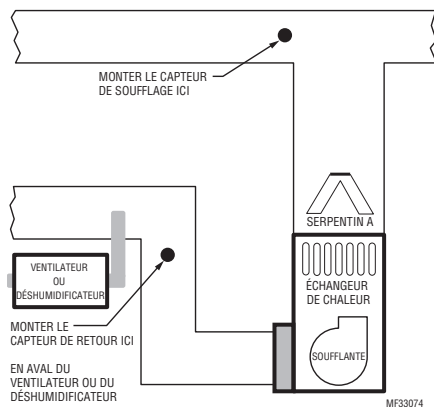

Fig. 1.
Consulter les instructions ci-dessous et les Fig. 1 à 5 pour les emplacements de montage des capteurs de température d'air de soufflage et de retour.
1. Monter le capteur de température d'air de soufflage sur la gaine d'alimentation à un emplacement permettant un mélange adéquat de l'air. Monter le capteur de température d'air de soufflage à l'écart du serpentín A/de l'échangeur de chaleur, dans la mesure du possible. Voir la Fig. 1.
1. Installer le capteur de température d'air de retour sur la gaine de retour à un emplacement permettant un mélange adéquat de l'air. Monter le capteur de température d'air de retour en aval d'un humidificateur de dérivation, d'un déshumidificateur ou d'un ventilateur. Voir les Fig. 1 à 5.
1. Consulter les instructions des Fig. 1 à 5 pour les emplacements des capteurs d'air de soufflage et de retour.